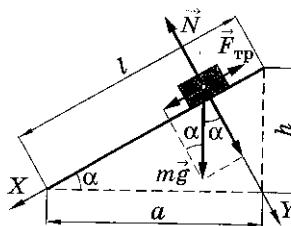

Рис. 4
2. Вторым способом измерения коэффициента трения скольжения не требует непосредственного измерения сил и соответственно использования динамометра. В этом случае один из концов линейки с помещённым на ней бруском и грузом постепенно приподнимают до тех пор, пока при небольшом толчке брусок не начнёт равномерно скользить вниз по линейке (рис. 4). В этот момент линейка образует угол α с горизонталью, а сумма проекций сил на оси X и Y, действующих на тело, будет равна нулю: